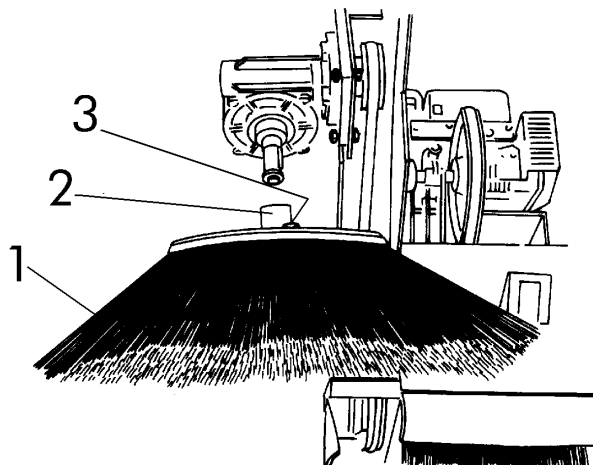

fig. 25
2. Retire el cepillo lateral (1 fig. 25), desmonte la brida (2 fig. 25) aflojando los 3 tornillos (fig. 25). Vuelva a montar la brida en un nuevo cepillo.